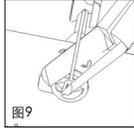

图9
■ 图 9 最后, 在靠近平板状头的位置用剪钳(REF8000171)将杆剪断, 留下来的图钉样假体就是用于植入的假体, 可有效的防止术后脱位。其长度可变化, 但都必须将衬垫的移植物的厚度计算在内。